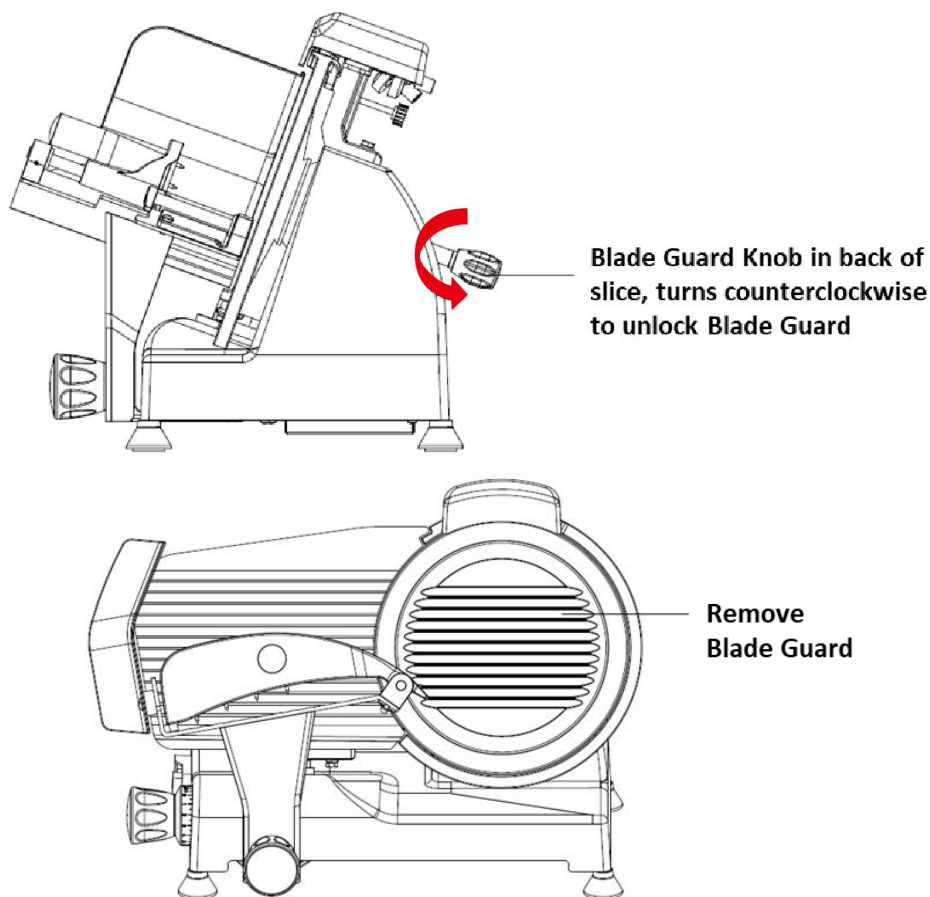

Abb. 3
13. Der Allesschneider sollte nach jedem Gebrauch gereinigt werden, da sich verderbliche Speisereste auf dem Allesschneider oder hinter der Schneidklinge (Teil ⑧) ansammeln könnten.
15. Drehen Sie den Dickeneinstellknopf (Teil ②) in die Position „O“.
16. Um den Gleitschlitten (Teil ⑤) und den Schieberarm (⑫) zu entfernen, schrauben Sie den Schlittenknopf (④) unter dem Gleitschlitten (⑤) gegen den Uhrzeigersinn ab und heben Sie das Lebensmitteltablett mit einer leichten Aufwärts- und Auswärtsbewegung an.
17. Sie eine Hand flach auf den Klingenschutz (Teil ⑨) und drehen Sie den schwarzen Klingenschutzknopf (⑭ , auf der Rückseite des Allesschneiders hinter der Klinge) gegen den Uhrzeigersinn, bis der Klingenschutz (⑨) freigegeben wird. (Siehe Abb. 3)
18. Entfernen Sie die drei Kreuzschlitzschrauben, die die Klinge halten (Teil ⑧). (Siehe Abb. 3) Die Klinge ist nun von der Welle gelöst und kann durch vorsichtiges Ziehen nach außen entfernt werden. **ÄUSSERE VORSICHT: Wir empfehlen dringend, beim Entfernen, Reinigen und Wiedereinsetzen der Klinge schnittfeste Handschuhe zu tragen.**